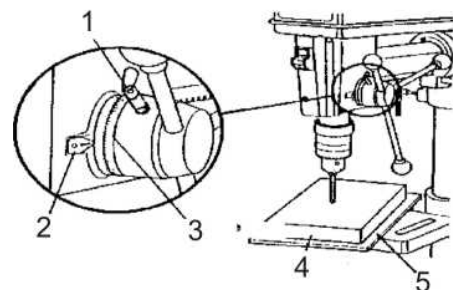

Рисунок 13
Вершину сверла установите как можно ближе к обрабатываемой детали. Ослабьте зажимной винт (1) и установите шкалу (3), на требуемую глубину сверления. Потом опять затяните зажимной винт (1) см.рис.13